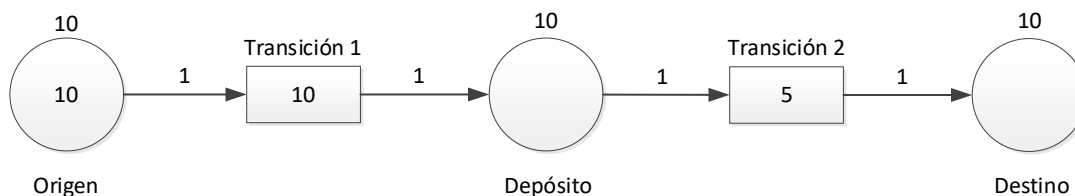

Figura 2: Asignación de recursos en transiciones en serie.
2. Dado el sistema presentado en la Figura 2, usando HPSim, determine el tiempo de producción para los siguientes casos: